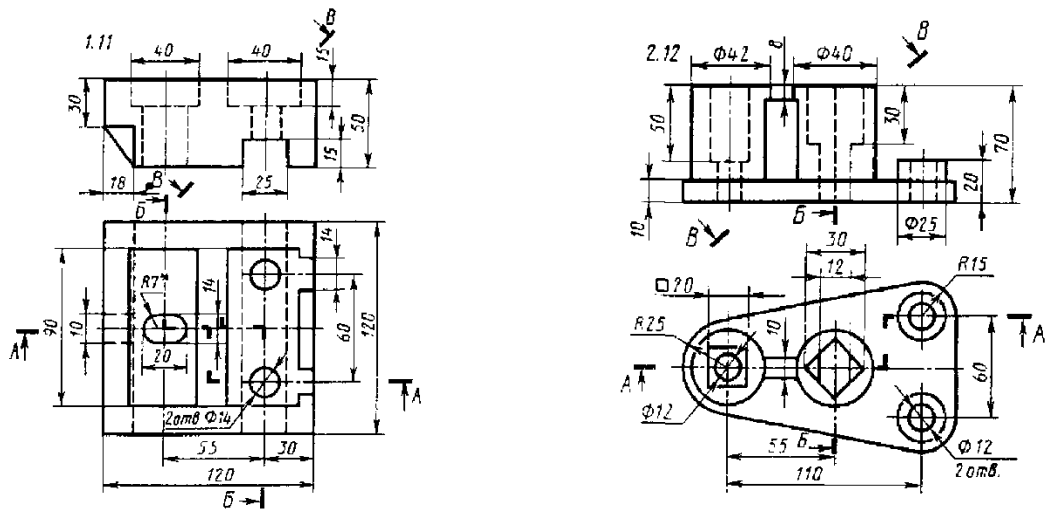
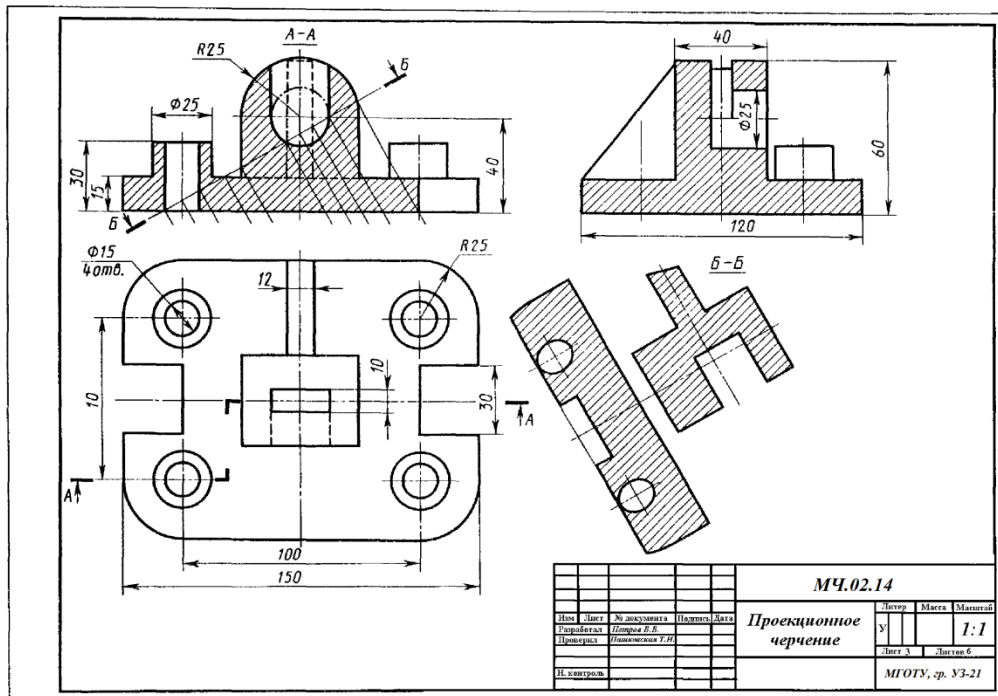

Рисунок 3. Примеры вариантов заданий к листам 2 и 3
Рисунок 4. Пример оформления листа 2
**Задание.** Построить третье изображение детали по двум данным, дать разрезы, построить натуральный вид наклонного сечения, а также наглядное изображение детали в аксонометрической проекции (прямоугольной изометрии). Примеры индивидуальных заданий даны на рис.3. Пример выполнения работы приведен на рис. 4 и 5.